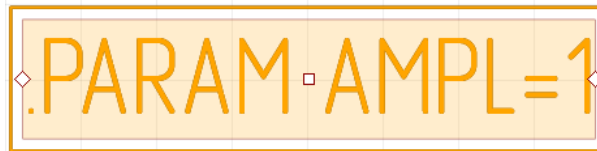

Рис. 170 Задание параметра
3. С помощью команды `.PARAM` задайте глобальный параметр, к примеру, `AMPL`, который в дальнейшем можно будет использовать в выражениях для задания амплитуды сигнала, см. Рис. 170.